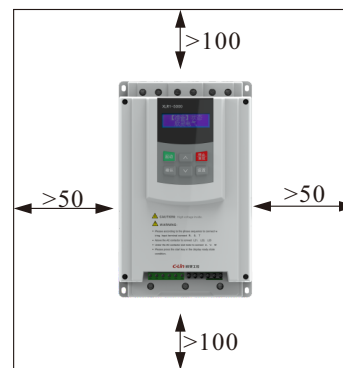
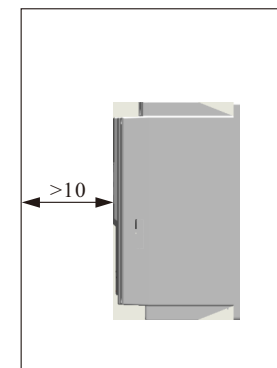

图1
图2
- 1、安装方向与距离：为了确保软起动器在使用中具有良好的通风及散热条件，软起动器应垂直安装，并在设备四周留有足够的散热空间如图1，图2中为允许的最小距离。（图中尺寸单位为毫米）